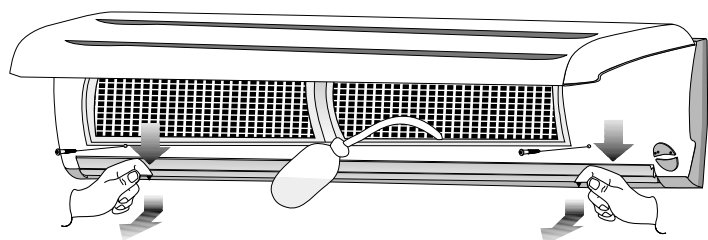

Fig. 6
- Revise que el drenaje funcione apropiadamente. Llene con agua el recipiente que se encuentra debajo del resorte de la unidad y observe que haya un drenaje libre. Ver la Fig. 6.